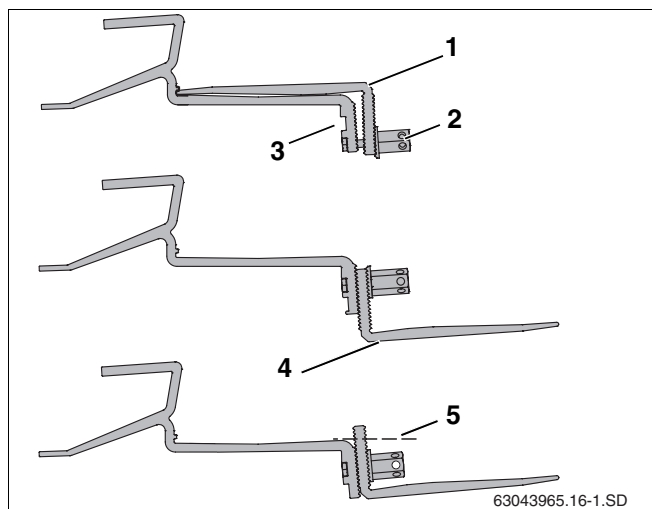

Fig. 14 Fixar o gancho para telhados ao caibro
Em alguns telhados pode ser necessário colocar um apoio de tábuas /pranchas na parte inferior do gancho para telhados (fig. 14, **item 4**) para que o gancho para telhado fique assente na telha.
- ▶ Soltar a porca sextavada comprida (fig. 14, **item 2**).
- ▶ Introduzir o parafuso no furo superior (fig. 14, **item 3**).
- ▶ Apertar ligeiramente a parte inferior do gancho para telhados (fig. 14, **item 1**). Ainda não apertar definitivamente a união.